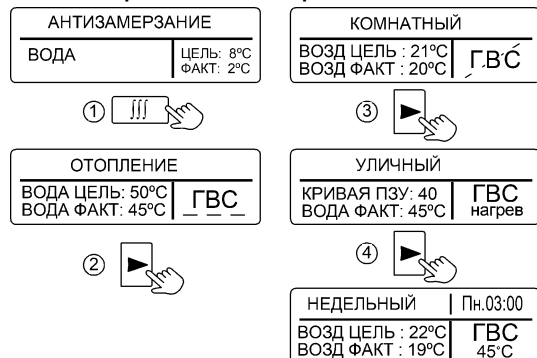
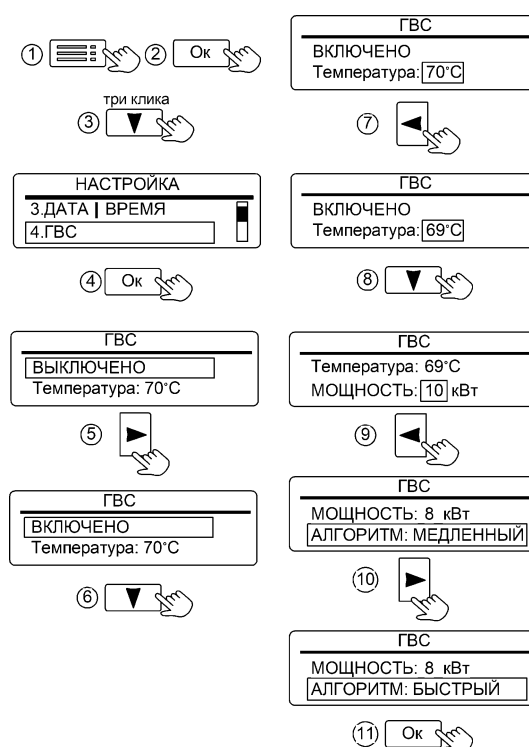
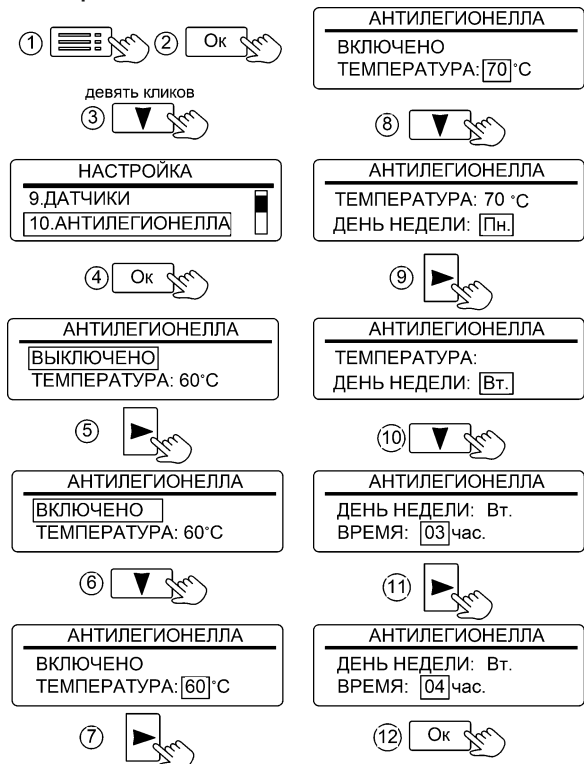

Рисунок 5. Режимы работы котла
Рисунок 12. Настройка режима «ГВС»
Рисунок 14. Настройка параметров режима «АНТИЛЕГИОНЕЛЛА»
2 - Отображение состояния режима «ГВС» (см. рис. 5):
Вид отображения режимов работы на дисплее приведён на рис.5.
Активация режима «ГВС» и настройка температуры горячей воды показана на рис. 12. Начальная заводская настройка температуры горячей воды - 70°C. При активированном режиме отображается как «ГВС» (см. рис. 5), при выключенном режиме, неисправном или отключённом датчике отображается как ГВС. В подменю «ГВС» предусмотрена настройка ограничения мощности ТЭН. Данную настройку рекомендуется применять при недостаточной мощности змеевика
В любой воде существует вероятность развития бактерий легионеллы. Чтобы исключить угрозу отравления водой, получаемой из косвенного водонагревателя, в котле предусмотрен режим «АНТИЛЕГИОНЕЛЛА». Для включения режима необходимо его активировать (см. рис. 12) и подключить NTC-датчик к плате контроллера (подключение выполняет квалифицированный специалист). Далее режим будет запускаться в работу совместно с режимом «ГВС». При отключении NTC-датчика – режим деактивируется и меню «АНТИЛЕГИОНЕЛЛА» (см. рис. 14) не доступно для Пользователя. Если режим активирован - каждую неделю, в установленное время выполняется нагрев воды в косвенном водонагревателе до значения 60°C, температура поддерживается в течении десяти минут. Во время нагрева вместо надписи «ГВС» отображается значок «60°» (см. рис. 13). Имеется возможность увеличить температуру нагрева воды до 70°C, при этом время поддержания температуры снизится до пяти минут.
Заводская настройка времени включения нагрева – Понедельник, 03:00. Имеется возможность изменения времени включения (см. рис.14). Кроме периодического включения нагрева (раз в неделю), запуск режима будет осуществляться при отключении или пропадании подачи электропитания более чем на семь дней и последующем включении
Перед активацией режимов «АНТИЛЕГИОНЕЛЛА» и «ГВС» рекомендуем уточнить максимально-допустимую температуру нагрева воды в бойлере. Для предотвращения риска причинения вреда здоровью и поломки оборудования, значения температурных уставок в режимах «ГВС» и «АНТИЛЕГИОНЕЛЛА» должны быть меньше максимально-допустимой температуры нагрева воды в бойлере. При необходимости уменьшите значения уставок (см. рис. 12, см. рис. 14).
11.1.4 «4.ГВС» - установка состояния режима «ВКЛЮЧЕНО / ВЫКЛЮЧЕНО». Индикация «ВКЛЮЧЕНО» означает разрешение на работу режима ГВС. Индикация «ВЫКЛЮЧЕНО» запрещает работу режима «ГВС» (см. рис. 12).